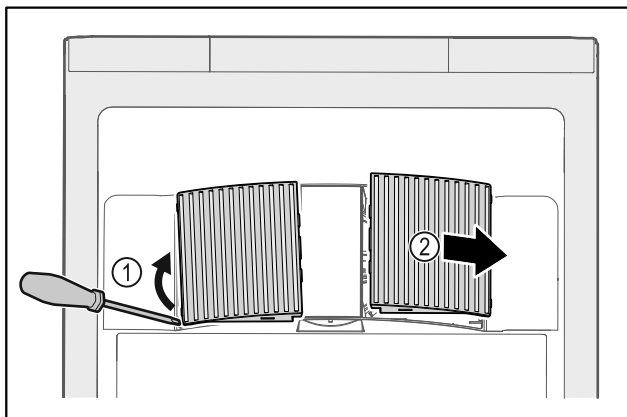

Fig. 34
- ▶ Ventilatorabdeckungen vorsichtig von der Seite heraushebeln Fig. 34 (1) und nach vorne abnehmen Fig. 34 (2).